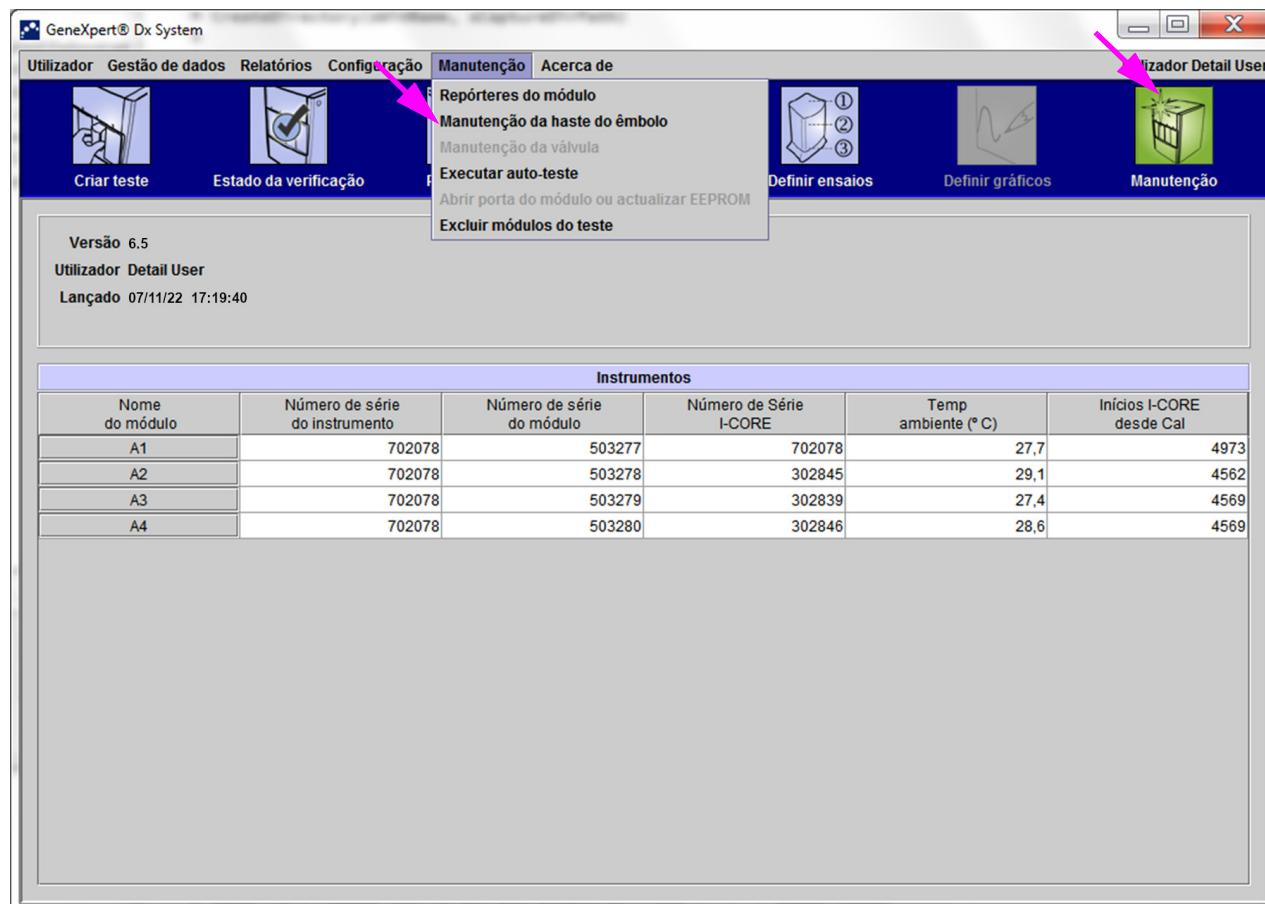
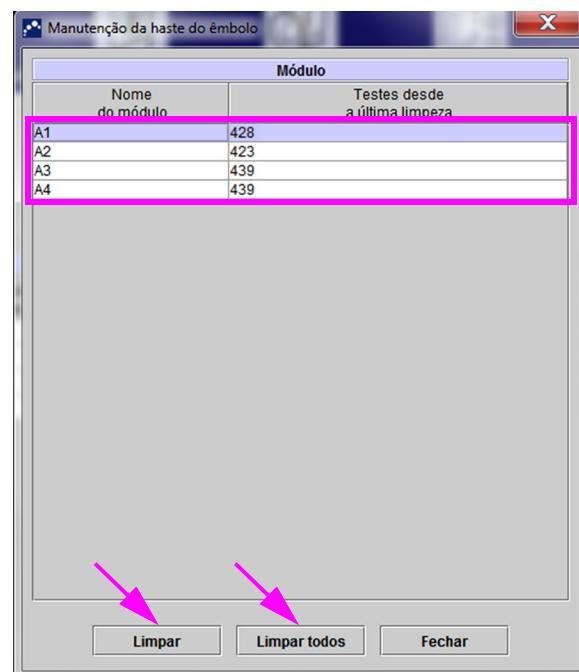
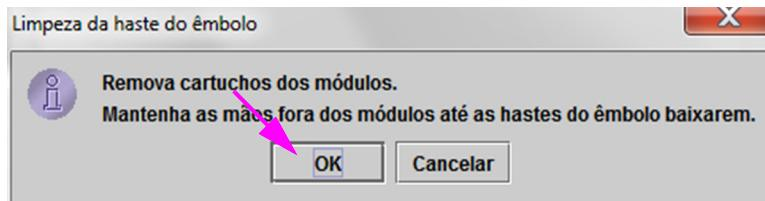

Figura 9-2. Janela GeneXpert Dx System
Figura 9-3. Caixa de diálogo Manutenção da haste do êmbolo
Figura 9-4. Caixa de diálogo Limpeza da haste do êmbolo
2. Na janela GeneXpert Dx System, clique no ícone **Manutenção** (consulte a figura 9-2). É apresentado o ecrã **Manutenção**.
3. Clique em **Manutenção** na barra de menus (consulte a figura 9-2) e seleccione **"Manutenção da haste do êmbolo"**. É apresentada a caixa de diálogo **Manutenção da haste do êmbolo**. Consulte a figura 9-3.
4. Na tabela **Módulo**, seleccione os módulos a limpar e, em seguida, seleccione **Limpar** ou **Limpar todos** (consulte a figura 9-3). É apresentada a caixa de diálogo Limpeza da haste do êmbolo (consulte a figura 9-4).